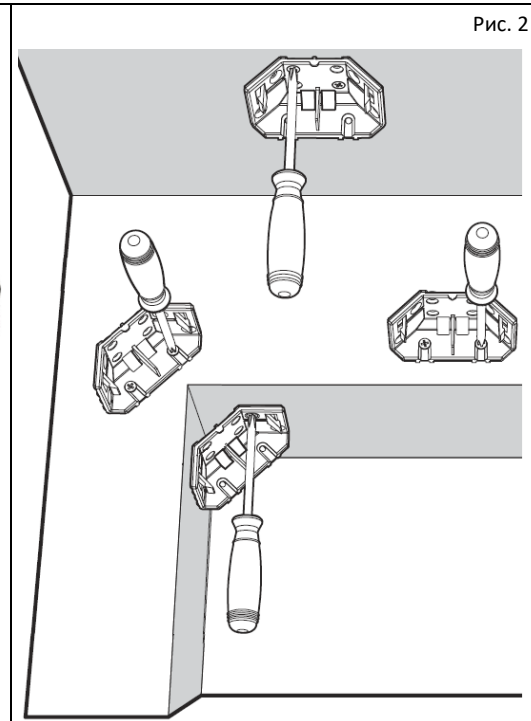

Рис. 2
Основание устанавливается в кронштейн, который имеет четыре плоскости крепления на стену, потолок или углы блокируемого проема (Рис.2). Ориентация зоны обнаружения относительно корпуса приведена на рисунке 3.
- Открыть крышку извещателя (рис.2) и извлечь основную батарею.